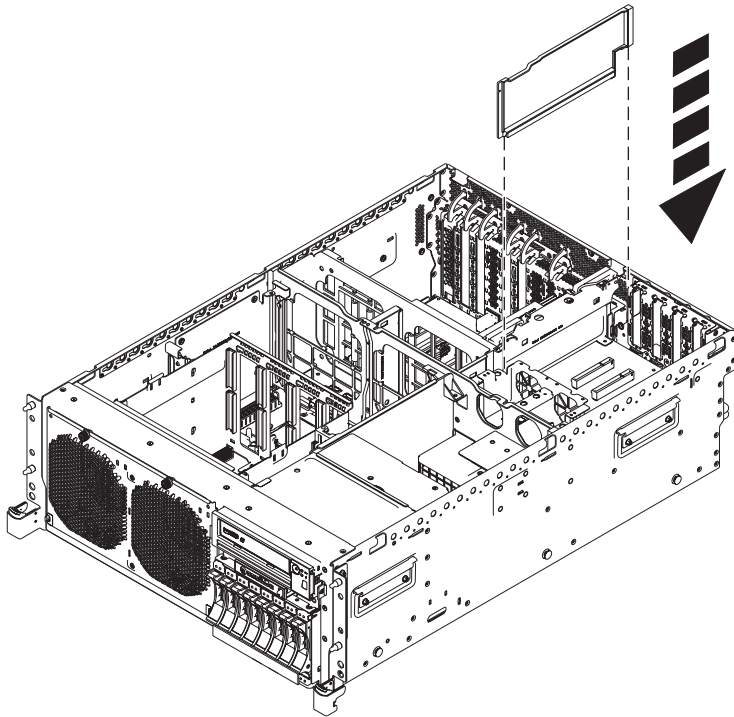

Abbildung 42. Luftführung einer Erweiterungseinheit in einem Einschubsystem installieren
16. Wenn Sie keine andere Erweiterungsriserkarte in den leeren Steckplatz installieren, setzen Sie eine schwarze Plastikluftführung ein (wie hier gezeigt Abb. 42 auf Seite 52).